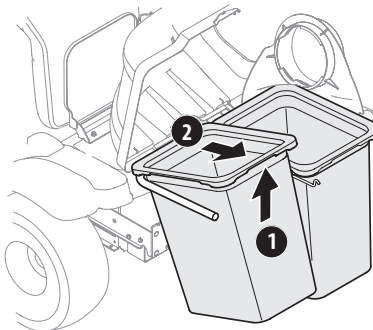

Figure 23
3. Pour retirer les sacs à herbe, soulevez chaque sac (1), voir Figure 23, et retirez-le du support (2).